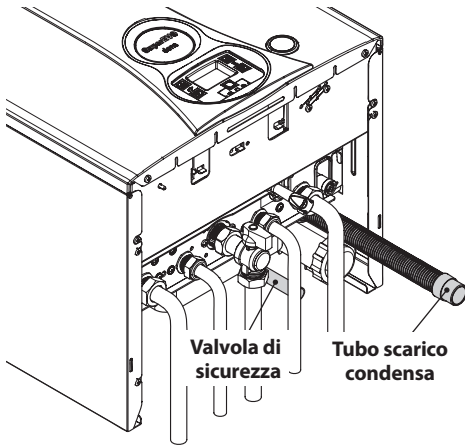

Figura 5.4
- Collegare lo scarico della valvola di sicurezza ad un imbuto di scarico Figura 5.4.
- Inserire il tubo flessibile di scarico condensa in Figura 5.4 all'interno del condotto di scarico condensa domestico o nell'imbutto di scarico della valvola di sicurezza, qualora lo scarico sia idoneo a ricevere condensa acida.